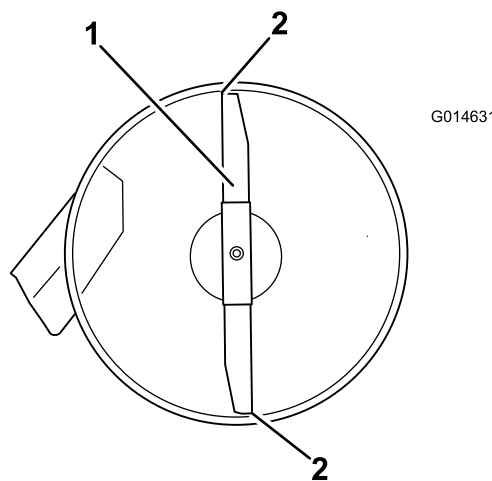

Figure 54
- Faites pivoter les lames avec précaution pour faire passer les pointes avant à l'arrière (Figure 54).
- Mesurez la distance entre la pointe de la lame avant et la pointe de la lame arrière par rapport à la surface plane (Figure 54).
- Une fois le réglage effectué, vérifiez à nouveau l'inclinaison avant/arrière des lames; continuez d'ajuster l'écrou jusqu'à ce que la pointe avant de la lame soit de 1,6 à 8 mm (1/16 à 5/16 po) plus bas de la pointe arrière (Figure 54).